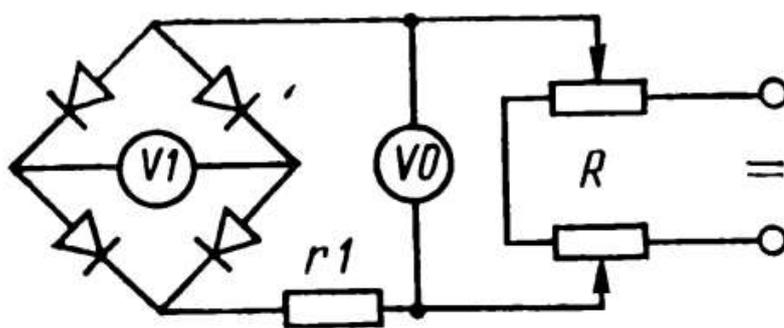

Рис. 3.
1. Пользуясь формулами (4), (6), (7), (8), рассчитать необходимые средние значения E_{cp1} и E_{cp2} для определения кривой намагничения образцов.
2. Произвести градуировку шкал вольтметров на постоянном токе по пределам, рассчитанным в п. 1, в единицах индукции по схеме рис. 3.